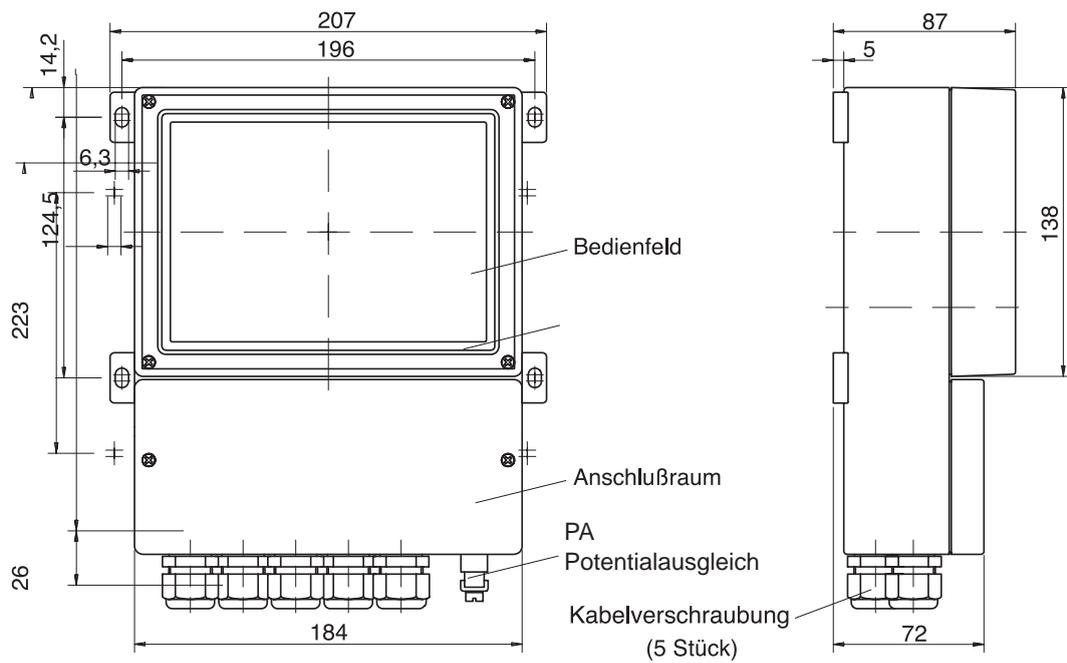
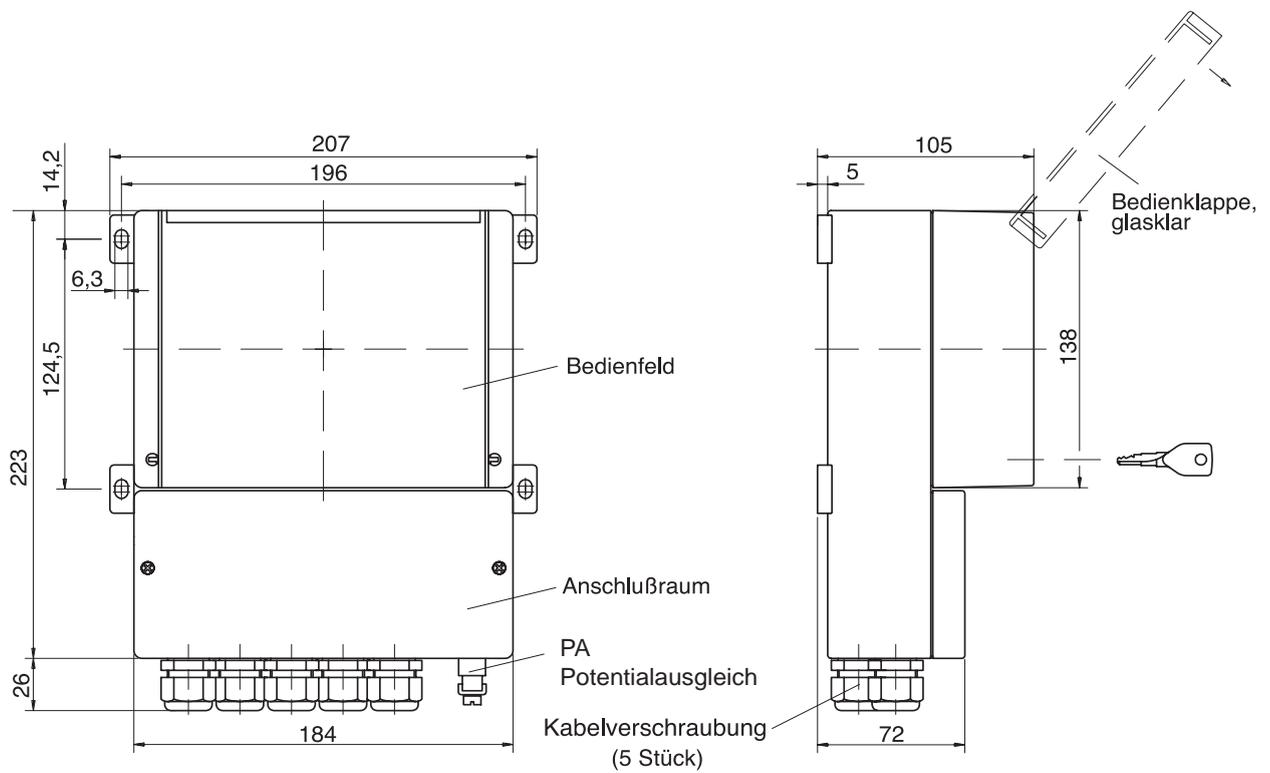

Abb. 1-1 Maßzeichnung O₂-Transmitter 4220X
Abb. 1-5 Gerät mit abschließbarer Bedienklappe (Opt. 432)
- Das wetterfeste Gehäuse gestattet die direkte Wandmontage, Maßzeichnung s. Abb. 1-1.
Siehe dazu Abb. 1-1 und Abb. 1-5 auf Seite 1-2 f.